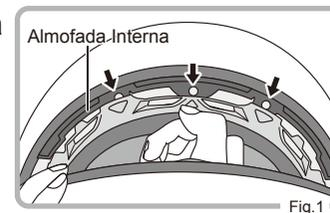

Fig.1
- 1 Remover as molas de pressão na zona da testa no capacete puxando para baixo. (Fig.1)